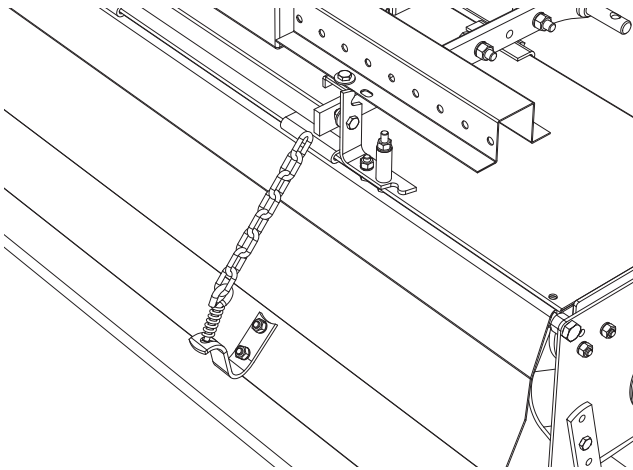

FIG. 8
- Monter le dispositif de réglage du capot (Fig. 8)